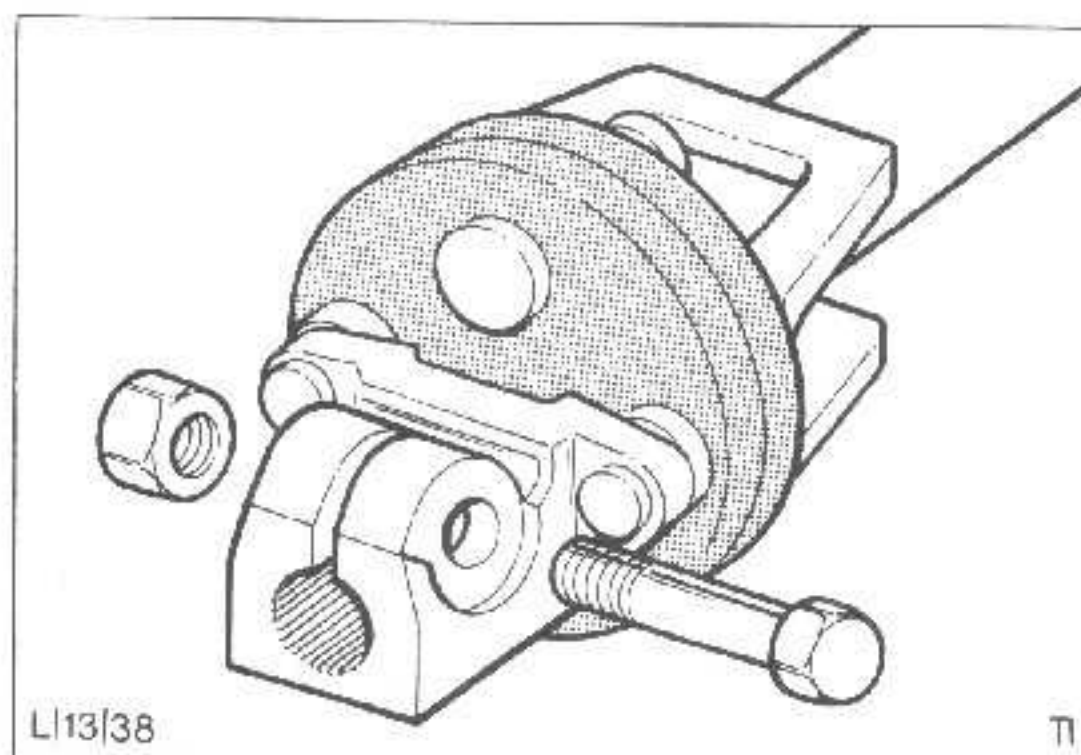

Abb.21 Klemmschraube des Verbindungsgelenks - Lenkspindel
4. Klemmschraube des Verbindungsgelenks - Lenkspindel ausbauen, Abb.21.